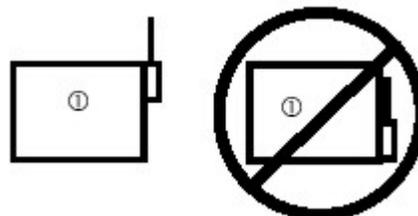

Figura 5. Quando il montaggio su metallo è inevitabile
- Se inevitabile, fissare su metallo con l'antenna che sporge oltre la superficie metallica (vedere Figura 5).